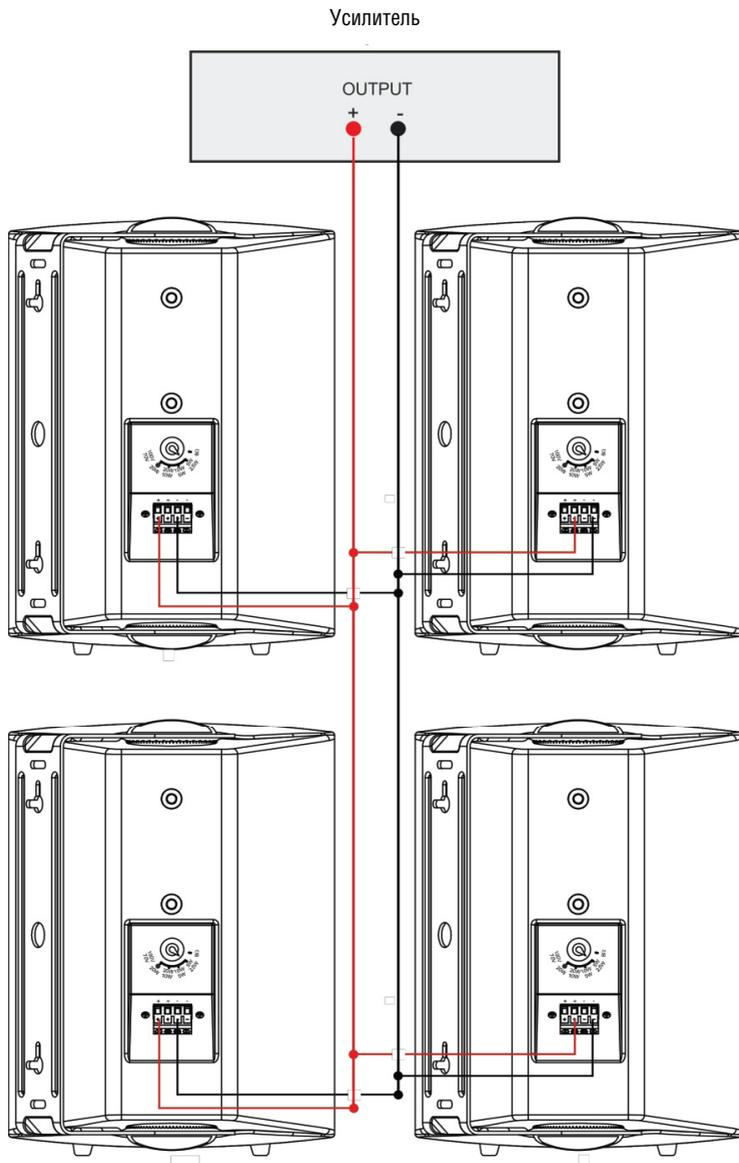

Рис. 6. Квадратная компоновка с параллельным подключением
7. При необходимости подключите клеммы «+» и «-» к клеммам «+» и «-» на следующем громкоговорителе (как это показано в примере, приведенном на рис. 6).
На рис. 6 приведен пример параллельного подключения в квадратной групповой системе: